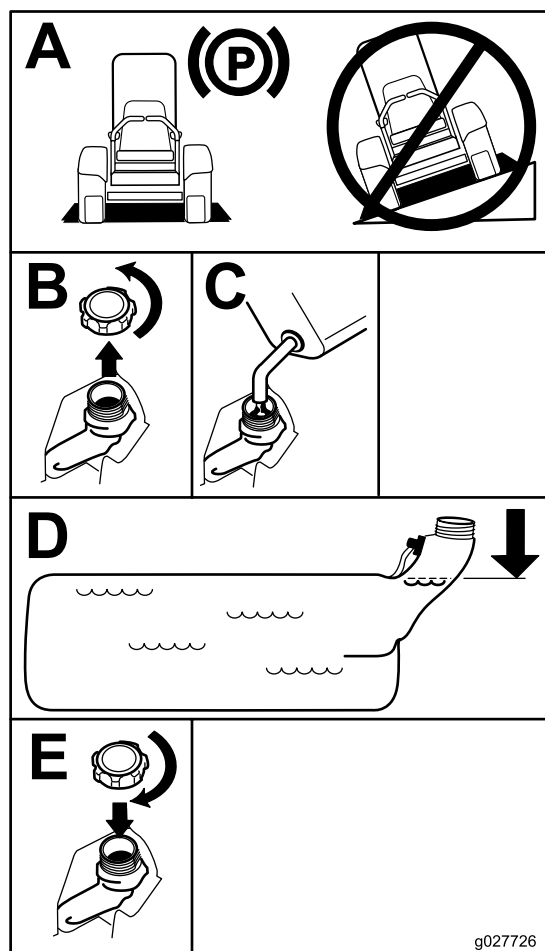

Figura 8
4. Encha o depósito de combustível até à extremidade inferior do tubo de enchimento (Figura 8).